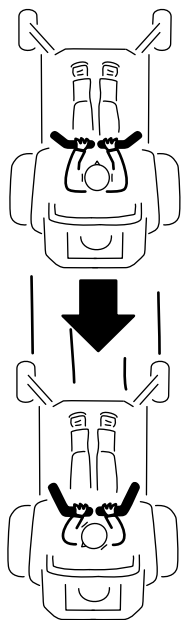

図 22
2. 後退するには、左右の走行コントロールレバーをゆっくりと後ろへ引く 図 22。